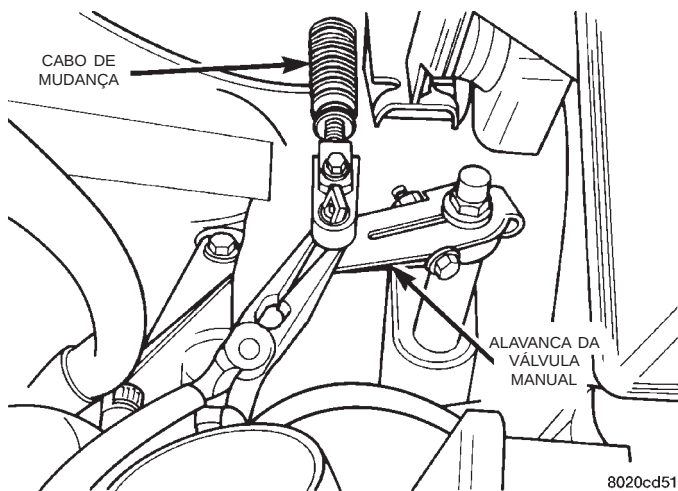

Fig. 6 Cabo da Alavanca de Mudança
(1) Remova a conexão do ilhó do cabo do pino da alavanca de operação da transmissão (Fig. 6).